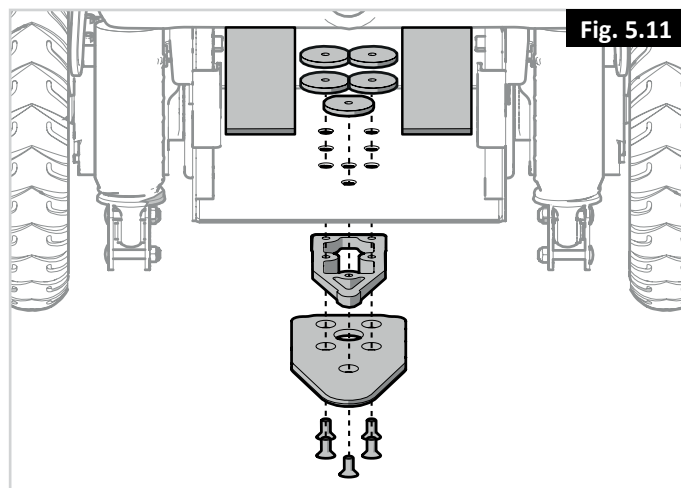

Fig. 5.11
1. Installera 8 mm distansbricka på låsplattan (Fig. 5.11).